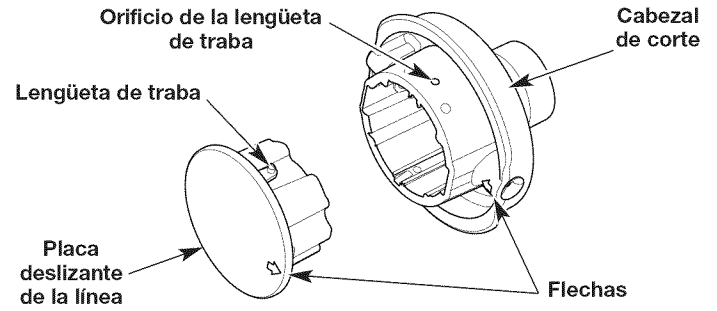

Fig. 15
2. Inserte un destornillador Phillips pequeño en el orificio de la lengüeta de traba y empújela hacia adentro (Fig. 15). Al mismo tiempo, hale la placa deslizante de la línea fuera del cabezal de corte.
4. Alinee la flecha de la placa deslizante de la línea con la flecha en el cabezal de corte (Fig.15).